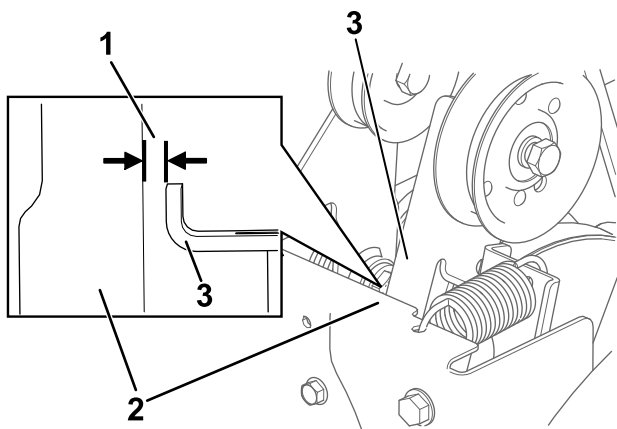

Figure 29
3. Lorsque le levier de commande de la vis sans fin/turbine est désengagé, vérifiez qu'un écart de 1,5 mm (1/16 po) existe entre le bras d'embrayage de la vis sans fin et le cadre de la machine, comme montré à la Figure 29.